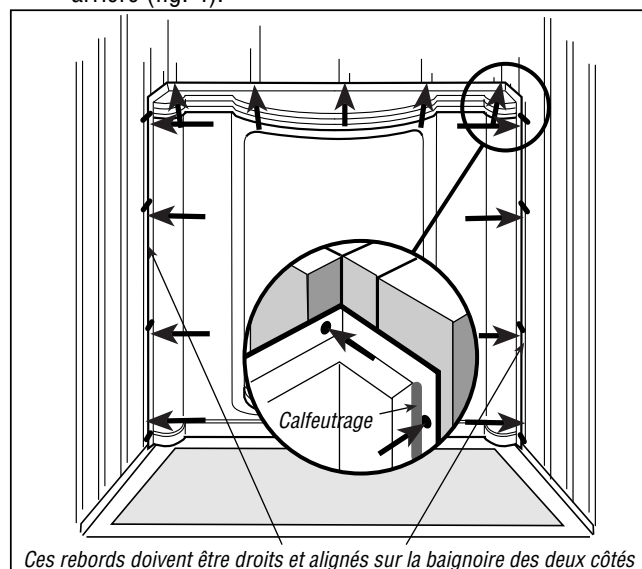

Figure 4
Remarque : Lorsqu'ils sont placés contre les poteaux du mur arrière, les membrures de cloutage du panneau arrière doivent être droites et alignées à la baignoire (fig. 4). Les brides de cloutage horizontales sont au haut des trois panneaux. Décidez du panneau latéral à couper pour les appareils de plomberie. Repérez, marquez et percez des trous précautionneusement à l'aide de la scie cylindrique appropriée.
- 5** Repérez un trou de 3/16" au centre de la bride de cloutage, au dessus du panneau, centré sur chaque poteau (fig. 4). **Vérifiez que les membrures de cloutage de chaque côté sont droites et alignées à la baignoire (vous devrez peut-être courber les membrures manuellement pour les redresser).** Percez aussi quatre trous de 3/16" à distance égale sur la bride de cloutage avant, de chaque côté. Clouez les clous de toiture galvanisés de 3/4" à travers chaque trou et dans les poteaux, fixant ainsi le panneau mural. Ajoutez une couche de calfeutrage de latex ou d'acrylique sur le panneau arrière (fig. 4).